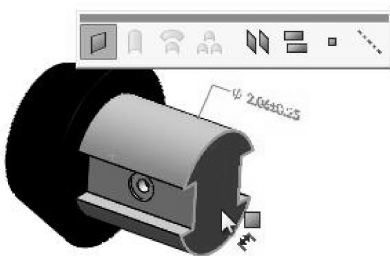

图 5-40 选择一个端面
- 05 在【DimXpert】选项卡中单击【位置尺寸】按钮, 选择零件的一个端面, 如图 5-40 所示。